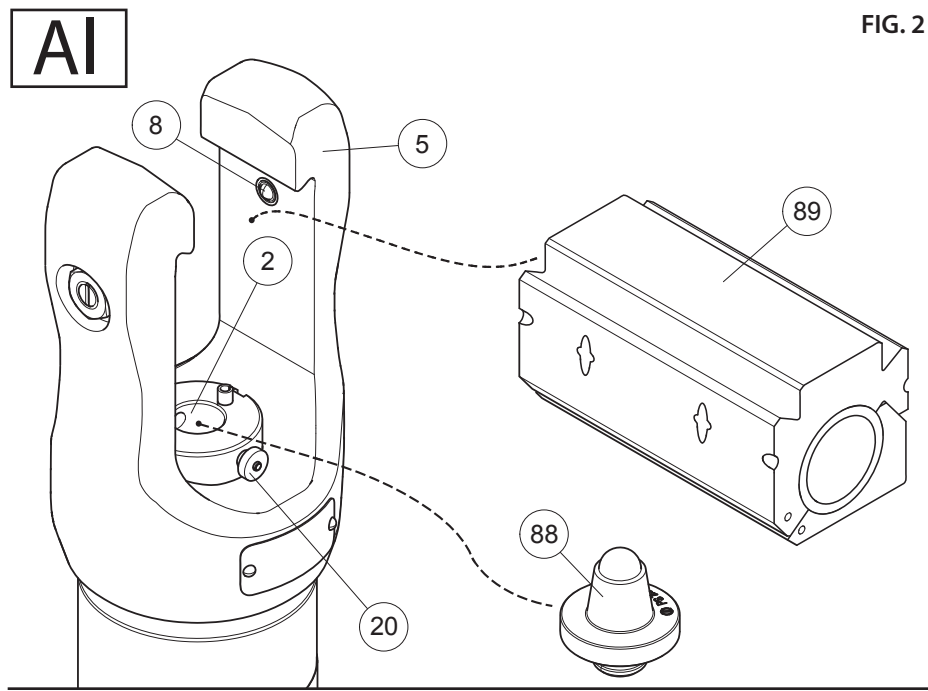

FIG. 2
Une gamme de matrices en configuration fermée permet enfin de comprimer des connecteurs pour conducteurs en aluminium de 500 mm² (1000MCM) maxi; (voir tab. **A** et **B** et fig. 2).
4. EMPLOI SUR CONNETTEURS POUR CABLES EN ALUMINIUM D'UNE SECTION DE 300, 400 et 500 mm² (Réf. à Fig. 2)